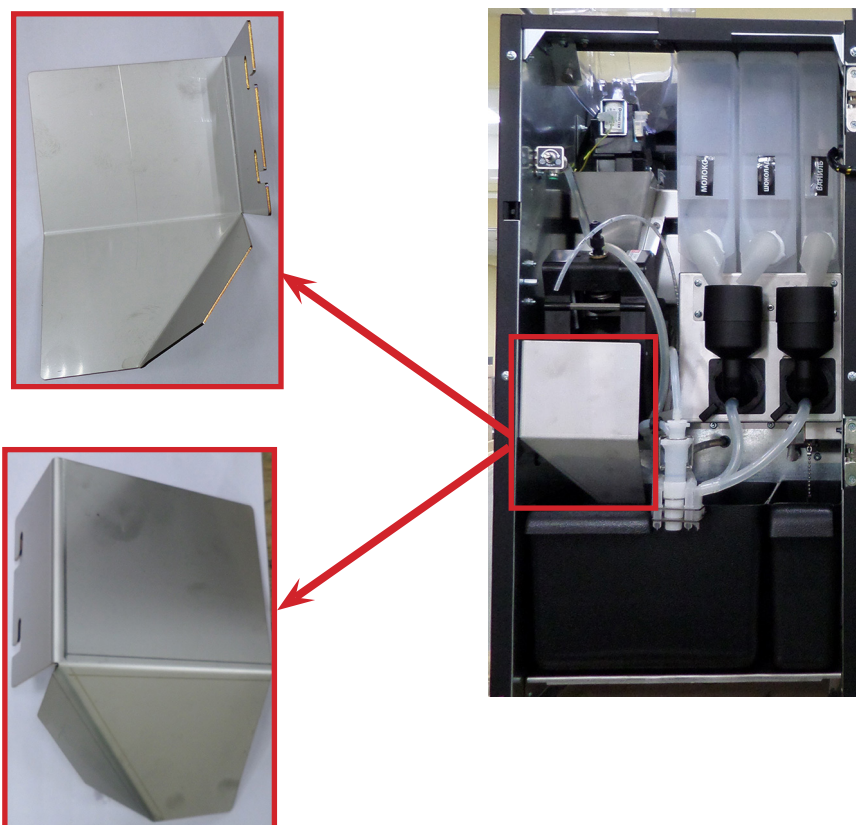

Рисунок 26
3. Приподнимите отбойник вверх и снимите его с креплений (см.рис.26).
4. Вытащите отбойник из автомата (см.рис.26).